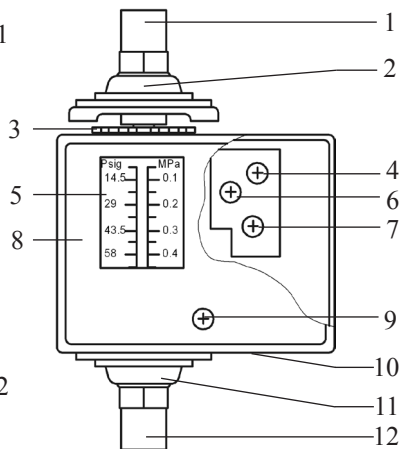

Рис.1. Элементы реле
- d. Подключите к контактам реле «1», «3» и «5» (рис. 1) цепь регулируемой системы.
- f. С помощью элементов реле 1 и 8 (рис. 1) подключите к реле трубопроводы регулируемой системы.
- a. С помощью поворота колеса настройки (поз. 3 на рис. 1) установите необходимое рабочее значение разности давлений между импульсными линиями 1 и 2 (поз. 1 и 12 на рис. 1).